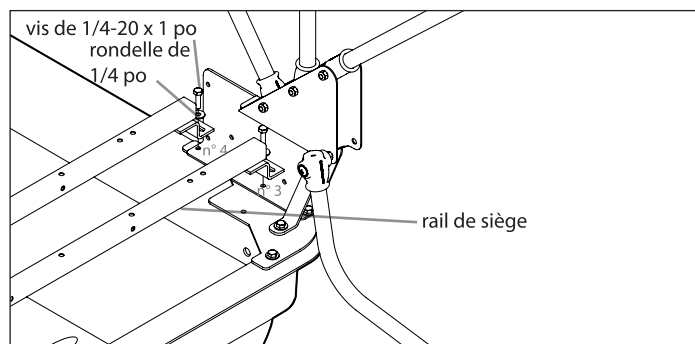

FIGURE 3
6. Attacher le rail de siège (14818) aux trous n° 3 et n° 4. Comme indiqué précédemment, les boulons doivent être retirés à cette étape pour poser le rail de siège (14818) sur les trous. Remonter la visserie et serrer. **VOIR FIGURE 3**